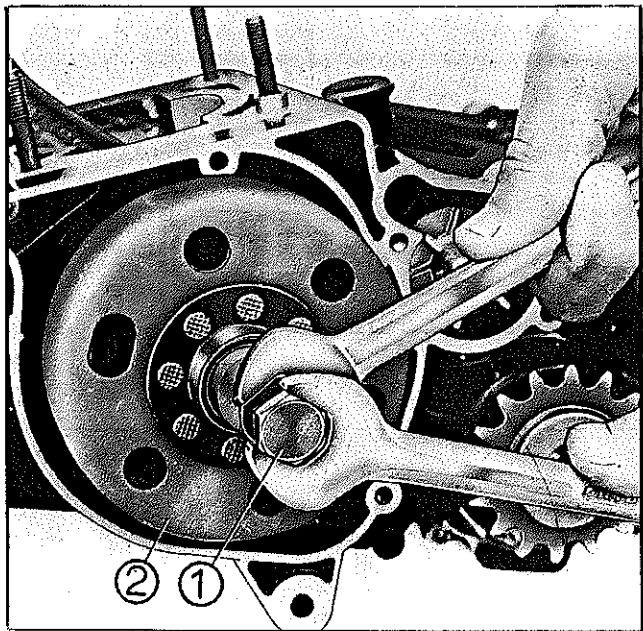

FIG. I21 - DESMONTAGEM DO MAGNETO
5. Enroscar a ferramenta (1) (7017.099.010.00.8) no volante para sacá-lo do eixo do motor. Fig. I21.